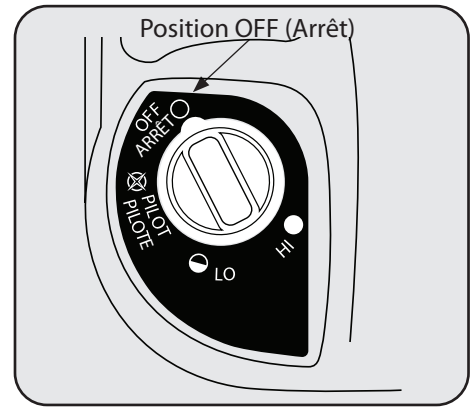

Figure 1
1. Assurez-vous que le bouton de commande quatre positions est la position « OFF » (voir figure 1).
1. Assurez-vous que le bouton de commande à quatre positions est à la position "OFF (Arrêt)". Voir Figure 1.
- Inspectez visuellement la flamme de la veilleuse et le brûleur régulièrement au cours de l'utilisation. La flamme de la veilleuse doit être bleue, et non jaune, et s'étendra au thermocouple. La flamme doit entourer le thermocouple juste en dessous de son extrémité (voir Figure 1).